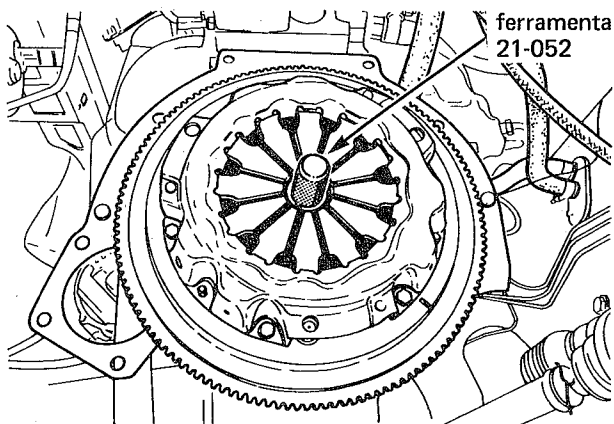

fig. 39
1. Com o auxílio da ferramenta 21-052, centralizar o disco da embreagem e posicionar o platô, observando a coincidência das marcas feitas quando da remoção (fig. 39). Se o conjunto for substituído por um novo, o platô deverá ser montado com a marca amarela, oposta a marca amarela existente no volante